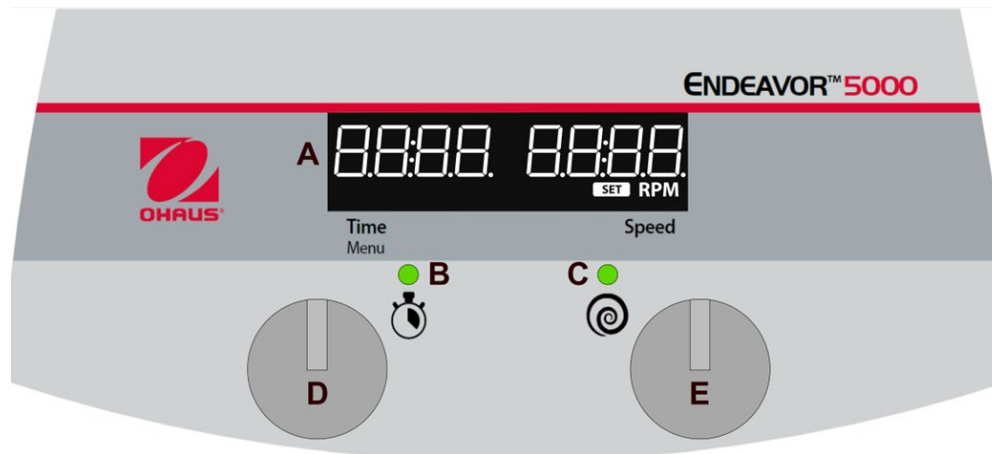

Figura 1: Pannello di controllo digitale Endeavor 5000
2. Quando il timer è impostato su un qualsiasi orario compreso tra 00:01 e 99:59, il timer conterà alla rovescia rispetto al tempo impostato una volta attivata la funzione di scuotimento e l'**indicatore di stato del timer (B)** si illuminerà.
- c. Quando il timer raggiunge le 00:00 in modalità conto alla rovescia le funzioni di scuotimento si disattivano, l'unità emette un bip 1 volta e sul display compare "**End**" (**A**, Figura 1).
1. Ruotare la **manopola per la regolazione del tempo (D)**, Figura 1).
- c. Premere rapidamente la **manopola per la regolazione del tempo (D)** per selezionare il valore dei minuti
- e. Ruotare la **manopola per la regolazione del tempo (D)** per regolare il valore delle ore
- f. Premere rapidamente la **manopola per la regolazione del tempo (D)** per verificare il valore delle ore e l'impostazione del timer
1. Ruotare la **manopola per la regolazione della velocità (E, Figura 1)** sull'impostazione desiderata
1. Tenere premuta la **manopola per la regolazione della velocità (E)** finché l'unità non emette un bip e l'**indicatore dello stato di funzionamento (C, Figura 1)** non si illumina.
- In modalità inattiva, tenere premuta la **manopola per la regolazione del tempo (D)** finché non viene visualizzato "MENU"
- Premere rapidamente la **manopola per la regolazione del tempo (D)** o la **manopola per la regolazione della velocità (E)**.
- Per selezionare una condizione operativa di richiamo, tenere premuta la **manopola per la regolazione della velocità (E)** finché l'unità non emette un bip e l'**indicatore dello stato di funzionamento (C, Figura 1)** non si illumina.